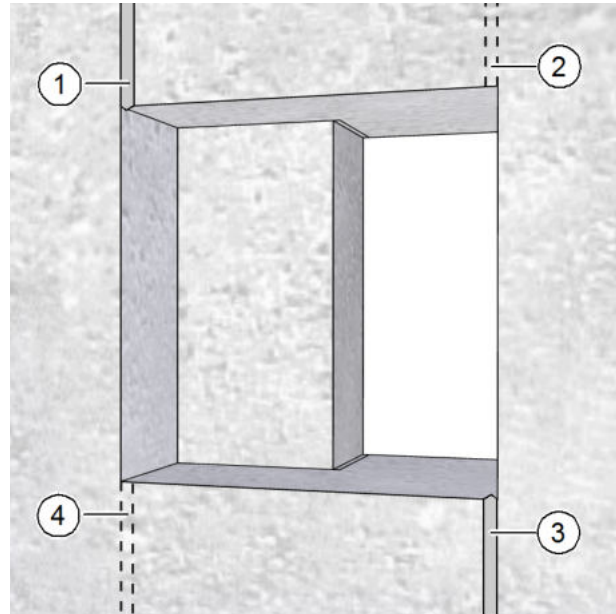

Abb. 8: Mauernuten für Anschlusskabel fräsen
- ▶ Fräsen Sie einen Kabelkanal für das Netzkabel (Pos. 1 in Abb. 8) und ggf. einen Kabelkanal für das Steuerkabel (Pos. 3 in Abb. 8).
- Die Mauernuten in Abb. 8 sind beispielhaft. Alternative Kabelkanäle sind gestrichelt dargestellt (Pos. 2 und 4 in Abb. 8). Für die spätere Elektroinstallation empfiehlt es sich, das Netzkabel von links und ggf. das Steuerkabel von rechts an den Mauerdurchbruch heranzuführen.